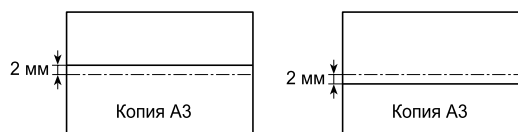

Рис. 25. Копии для регулировки центрального отклонения
- на копии измерьте расстояние от центра до линии. Оно не должно превышать 2 мм (см. рис. 25).